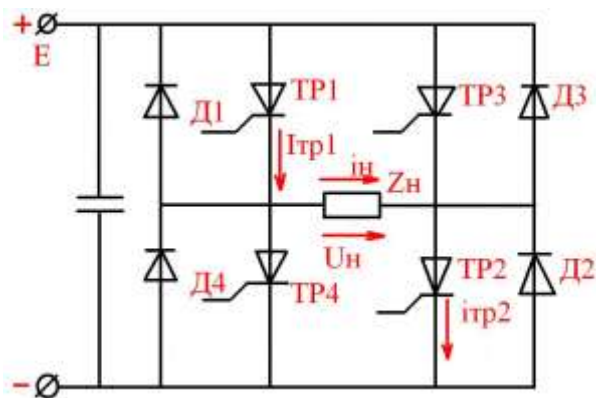

Рисунок 3 Схема автономного инвертора напряжения.
3) Какое буквенно-цифровое изображение имеет реактивная нагрузка (рисунок 3)?